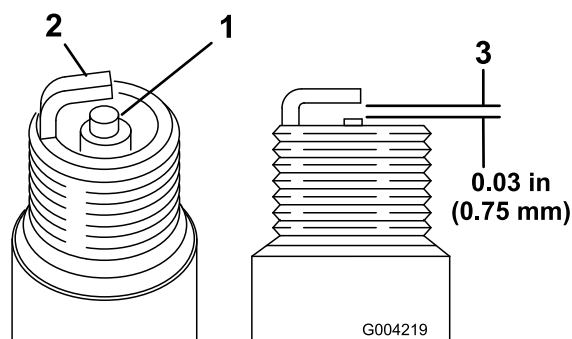

Figura 35
1. Controllate la parte centrale di entrambe le candele (Figura 35). Se l'isolatore è di color marrone chiaro o grigio, il motore funziona correttamente. Una patina nera sull'isolatore significa in genere che il filtro dell'aria è sporco.
2. Controllate la distanza tra gli elettrodi centrale e laterale (Figura 35).
3. Piegate l'elettrodo laterale (Figura 35) se la distanza non è corretta.